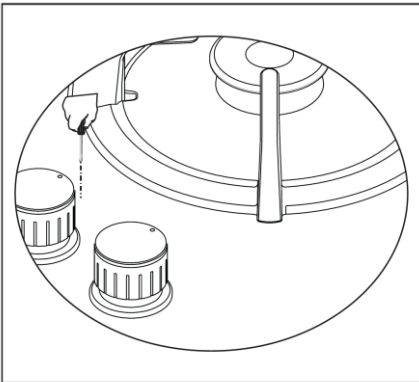

Figura 4
4. Para acceder al tornillo de reajuste de la válvula, extraiga el botón correspondiente a la zona de cocción que desea ajustar tirando del mismo hacia arriba (Figura 4).